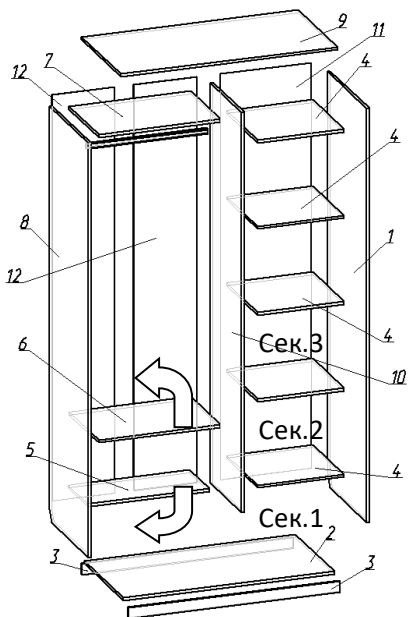

Рис.1 Схема сборки
- Детали 1,8,10 стянуть между собой деталями 2,3,4,5,6,7,9 с помощью евровинтов 7x50, предварительно досверлив насквозь необходимые отверстия. **ВНИМАНИЕ:** При необходимости **увеличения внутреннего пространства шкафа дет. 5,6 могут трансформироваться в ребра жесткости (поворот деталей по стрелкам см.Рис.1), для этого имеются дополнительные глухие отверстия.**